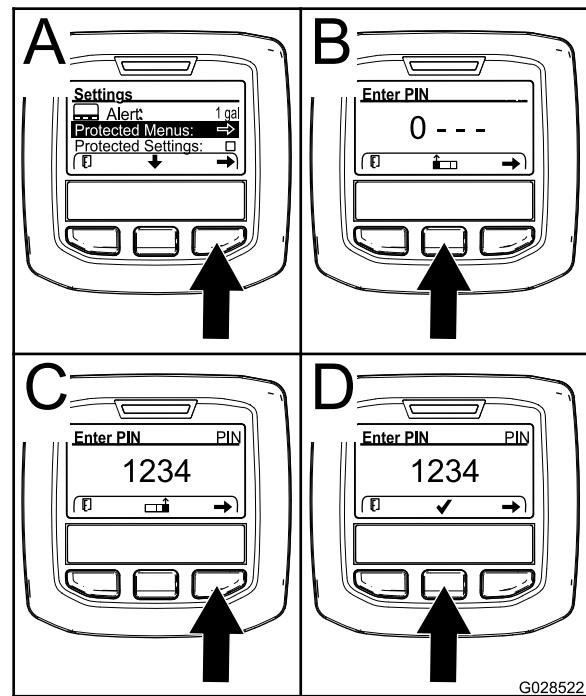

Рисунок 26
2. В меню SETTINGS (НАСТРОЙКИ) с помощью средней кнопки прокрутите меню вниз к пункту PROTECTED MENU (Защищенное меню), и нажмите правую кнопку (Рисунок 26А).
3. Чтобы ввести ПИН-код, нажмите среднюю кнопку и удерживайте ее в нажатом положении до появления первой цифры, затем нажмите правую кнопку, чтобы перейти на следующую цифру вправо (Рисунок 26В и Рисунок 26С). Повторяйте этот пункт до тех пор, пока не будет введена последняя цифра, затем нажмите правую кнопку еще раз.